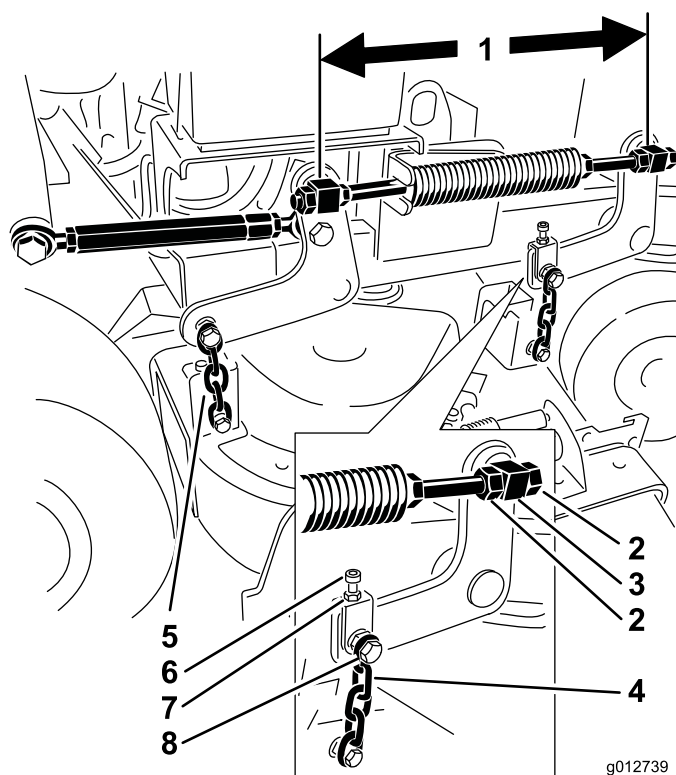

Figura 82
6. Verificate la distanza tra le parti girevoli, prendendo come riferimento per la misurazione il centro delle parti girevoli (distanza da centro a centro) sull'asta filettata. Questa distanza deve essere di 49,5 cm per piatti di taglio da 92 cm e di 43,7 cm per piatti di taglio da 102 cm (Figura 82).
9. Manipolate i controdadi della parte girevole anteriore per regolare la distanza tra le parti girevoli anteriore e posteriore del lato interessato (Figura 82).
11. Manipolate il bullone di regolazione per ottenere la stessa tensione su entrambe le catene anteriori (Figura 82).
5. Allentate il dado sul bullone superiore della catena e il controdato sul bullone di regolazione (Figura 82).
6. Manipolate il bullone di regolazione in modo tale che la parte anteriore **A** risulti da 6 a 10 mm più bassa della parte posteriore **B** (Figura 82).